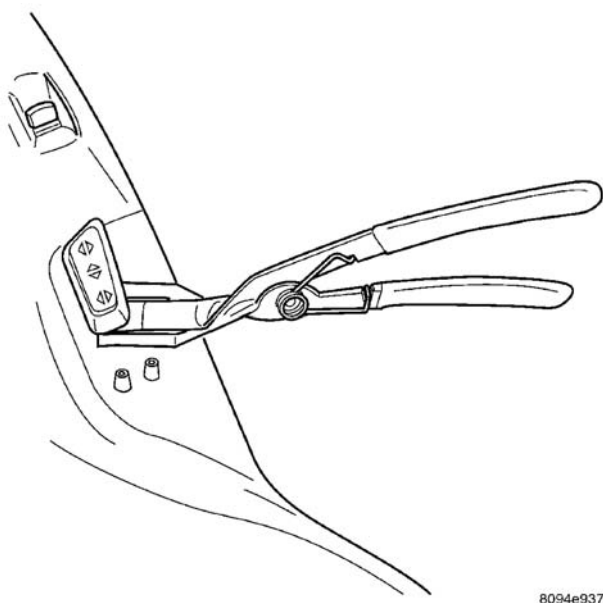

图 4 拆下开关控制按钮—典型
- （2）在配备有 8 路电动座椅系统的车型上用按钉拆卸器或其它合适的宽扁平头工具，轻轻地从开关杆上撬下电动座椅和电动倾角调整器开关按钮（图4）。